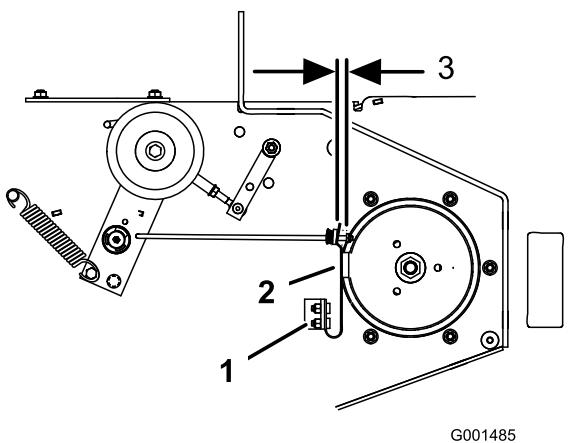

Figure 63
3. Le cas échéant, ajustez les boulons de fixation de ressort de sorte que la plaquette de frein de lame frotte contre les deux côtés de la gorge de la poulie (Figure 63).
4. Ajustez l'écrou à l'extrémité de la tige de frein jusqu'à ce que l'écrou et l'entretoise soient espacés de 3 à 5 mm (1/8 à 3/16") (Figure 63).